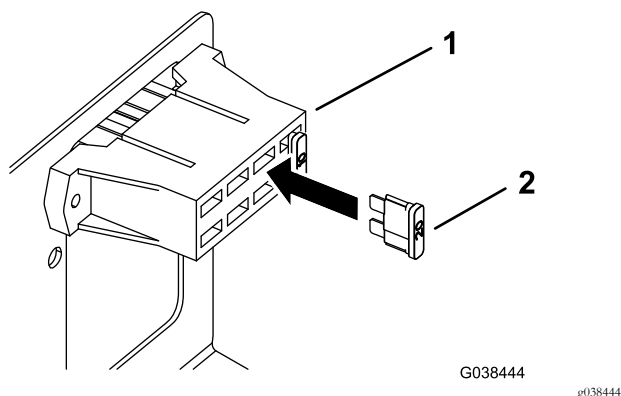

Figura 14
4. Instale o fusível numa ranhura aberta no bloco de fusíveis (Figura 14).